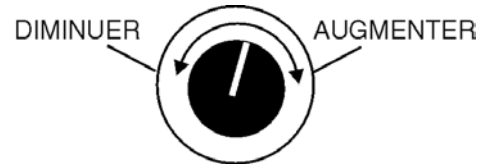

Figure 21. Bouton du régulateur de tension
3. Tournez le bouton du régulateur de tension (Figure 21) dans le sens horaire pour augmenter la tension de sortie; tournez-le dans le sens antihoraire pour diminuer la tension de sortie. Utilisez le bouton de réglage du régulateur de tension chaque fois qu'un réglage fin de la tension de sortie est nécessaire.